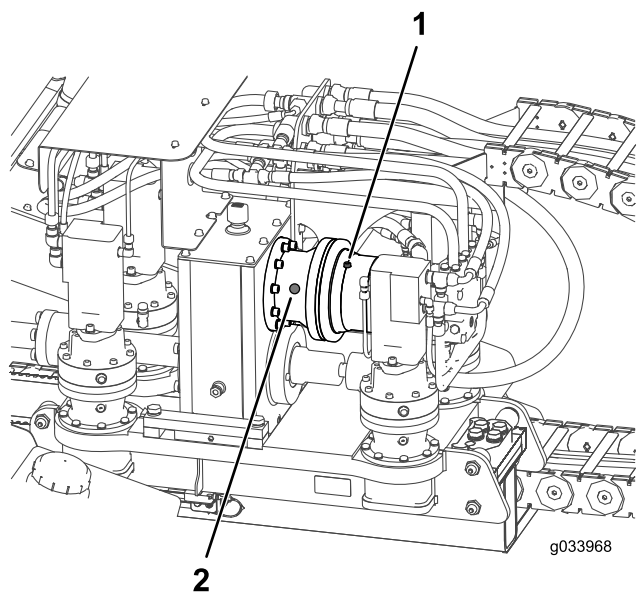

Рисунок 134
2. Проверьте уровень масла по смотровому стеклу на редукторе планетарно-роторного гидромотора (Рисунок 134).
3. Если уровень масла низкий, снимите контрольную пробку уровня масла (Рисунок 134).